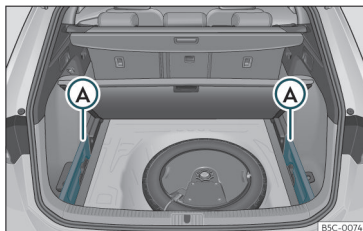

Fig. 120 Nel bagagliaio: alloggiamento per la riposizione del pianale avvolgibile.
- Rimuovere i coperchi a sinistra e a destra >>> fig. 120 (A).